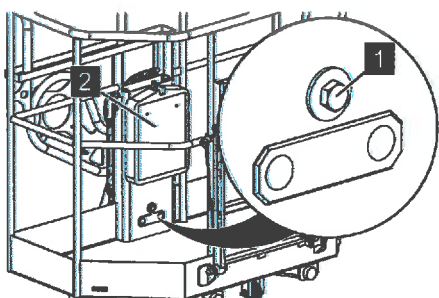

Abb. 70: Befestigungsschraube Arbeitskorb
2. Den mitgelieferten Einmaulschlüssel aus der Dokumentenbox (Abb. 70/2) entnehmen.
3. Die Befestigungsschraube (Abb. 70/1) mit dem Einmaulschlüssel lösen.
Die Befestigungsschraube (Abb. 70/1) verbleibt in der Bohrung des Arbeitskorbs.